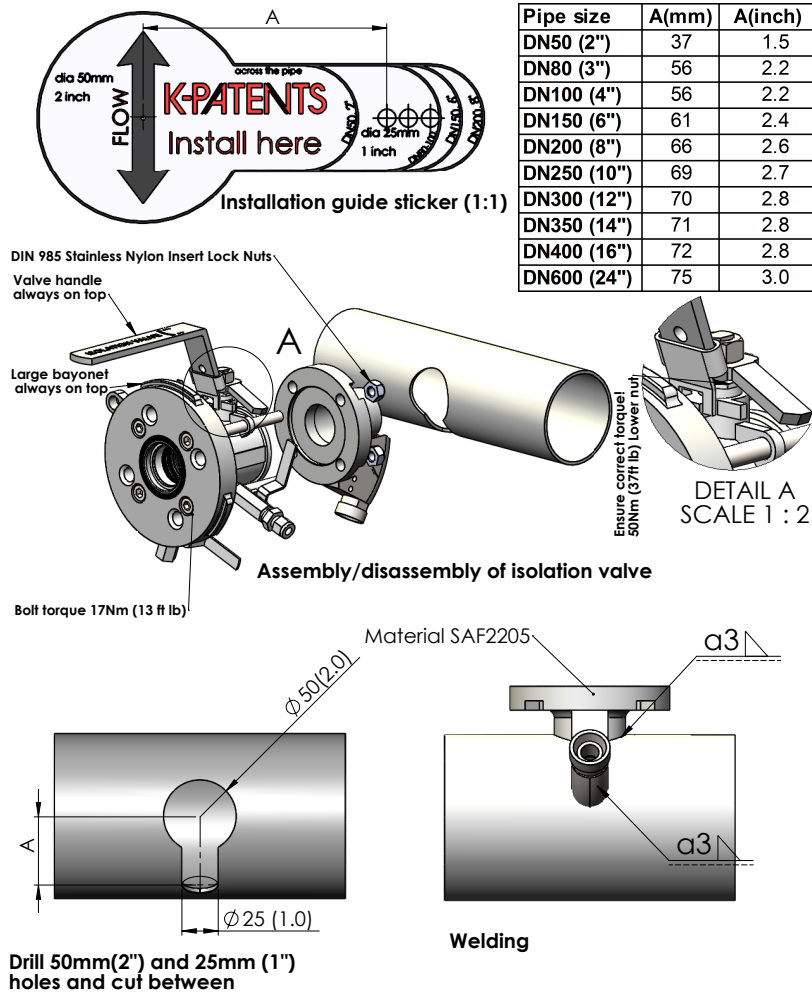
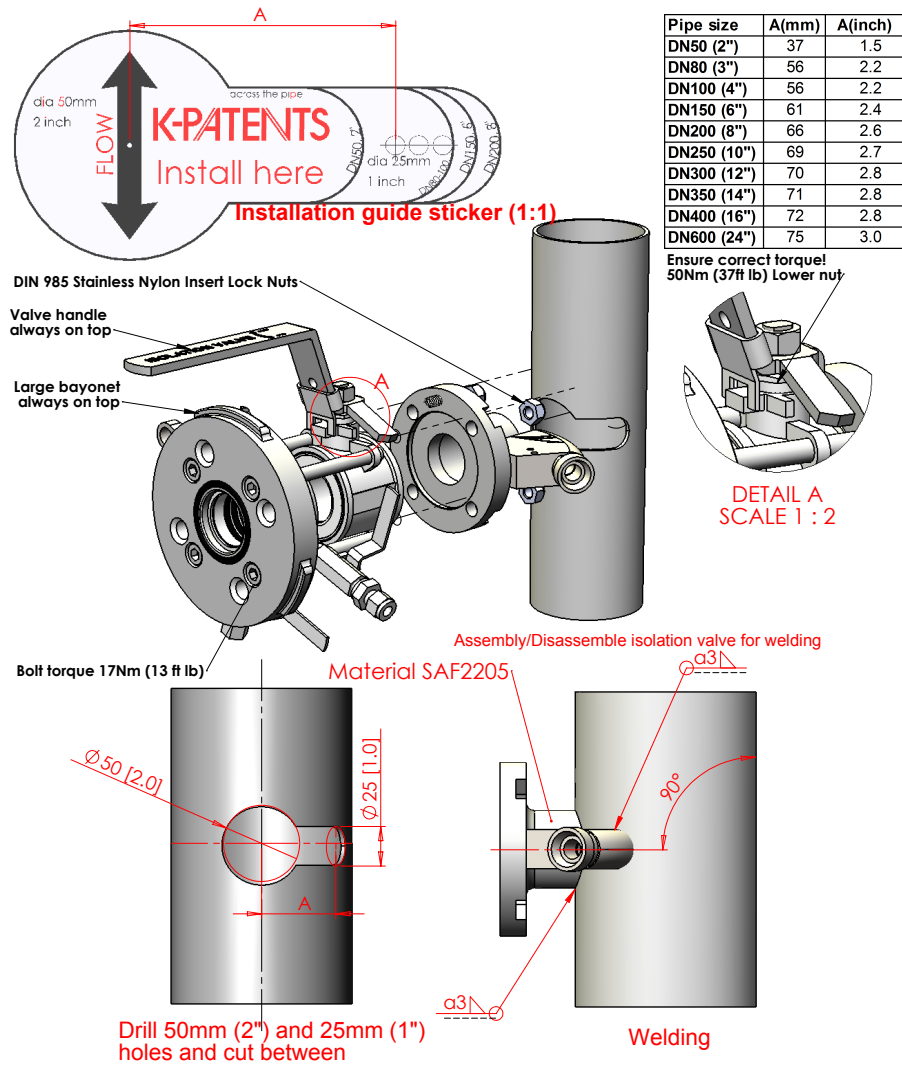

Figure 11.7 Soudage de la vanne d'isolement Safe-Drive™ à un tube horizontal
Figure 11.8 Soudage de la vanne d'isolement Safe-Drive™ à un tube vertical
Étapes de soudage (voir la Figure 11.7 ou la Figure 11.8) :
4. Soudez la vanne d'isolement conformément aux schémas MTG472 ou MTG2149 (Figure 11.7 ou Figure 11.8)